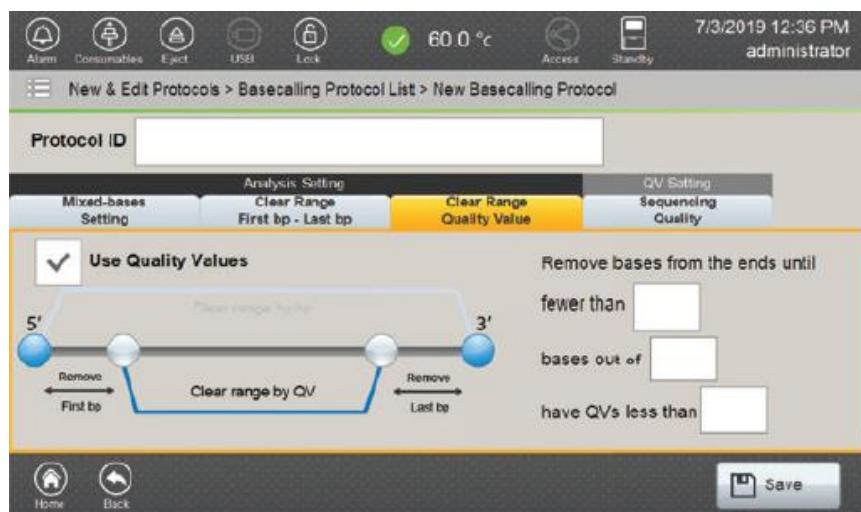

図 125 Clear Range Quality Value タブ
| Clear Range Quality Value | <p>“Use Quality Values”にチェックを入れると、指定された quality value（図 125）を使用して first bp と last bp を決めることがあります。</p> <p>注：新しい Basecalling Protocol を作成する場合、Clear Range Quality Value のデフォルトの設定が無効になっています。（Box にチェックが入っていません）</p> <p>QV 値に基づいた 5' end と 3' end からの base を取り除くことでソフトウェアが clear range を作ります。Clear range の結果内のスライディング window ではない base out of（例えば 30）には、「have QVs less than」で設定された値（例えば 20）以下の QV 値を持つ指定された base 数（例えば fewer than が 4）以上の Base が含まれます。（図 125）</p> <p>これらのパラメータを満たさないシーケンスの最初や最後のスライド式の 30base の window 部分は、それらの end から切り取られます。fewer than と bases out of の項目にソフトウェアが許可する最小値と最大値は、それぞれ 1bp と 1200bp です。</p> <p>fewer than に入力する値は、常に bases out of に入力する値より小さくなければなりません。</p> <p>have QVs にソフトウェアが許可する最小値と最大値は、それぞれ 1 と 60 になります。</p> |
7. もう一つの方法として、Clear Range Quality Value タブ (図 125) を選択し、**Use Quality values** ボックスにチェックを入れると、Clear range は Quality value によって決めることができます。fewer than に bases out of で指定した window サイズを超えて、have QVs less than で指定した QV より低い QV になる可能性のあるベース数を入力してください。例えば、fewer than 4 bases out of a window size of 30 bases can have QVs less than 20 の場合など。(30 ベースの window サイズで QV 値が 20 以下となる可能性があるのは 4 ベース以下に相当します。)